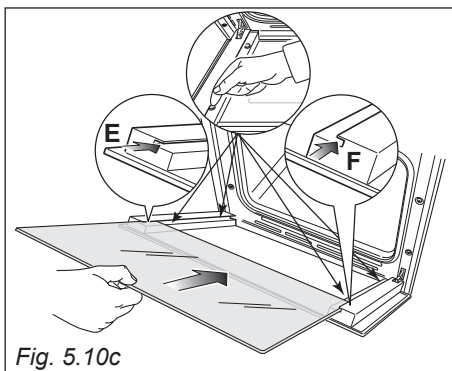
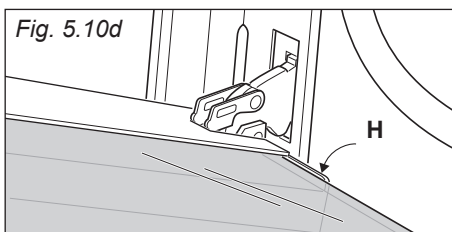

Fig. 5.10c
Fig. 5.10d
IMPORTANTE: È consigliabile, durante l’inserimento del vetro, tenere premuti in posizione i 4 distanziatori “D”, mediante un dito, al fine di evitare la rottura o lo sfilamento dei distanziatori stessi (fig. 5.10c).
- Inserire il vetro nelle guide “E” ed “F” (fig. 5.10c) e farlo scorrere dolcemente fino ai fermi “H” (fig. 5.10d).